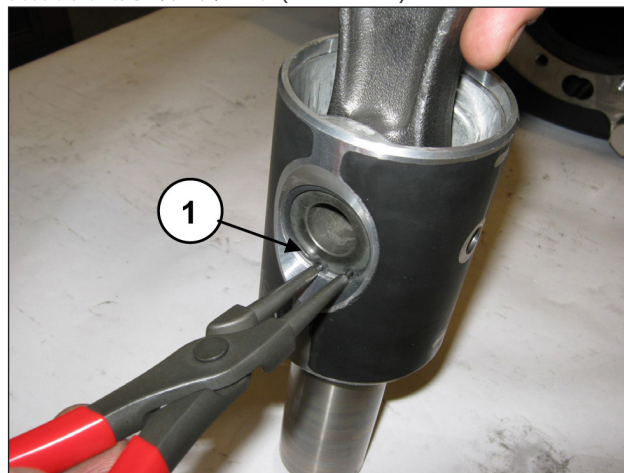

图 39
拆除两个销子锁定开口环 (①, 图 39)。
将连杆插入活塞导承(①，图 41)，接着插入销子(①，图 40)。安装两个肩部开口环 (位置①，图 39)。